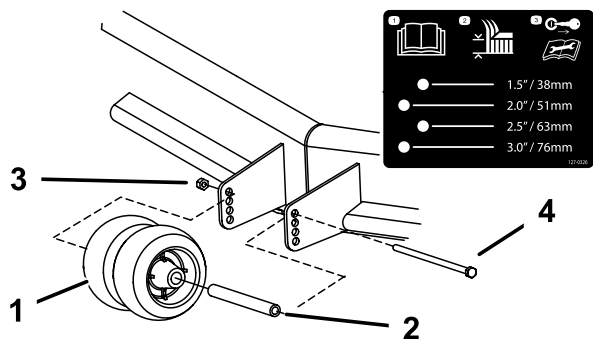

Figura 13
- Regolate i rulli antistrappo come illustrato nella Figura 13.